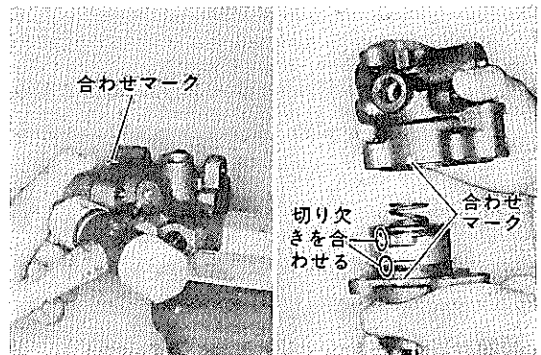

図6-6-9 フロント & リヤ ハウジング P7289
3. 組み付けは 図6-6-9の右のように組み付けボルトを仮り締めしリザーバ タンクを組み付け後本締めする。
- ③オイル シールの取りはずしは下記要領で行なう。